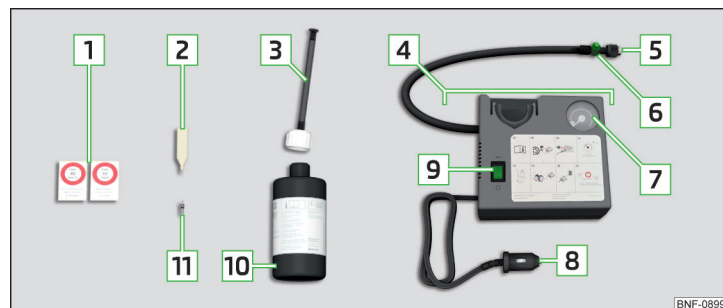

Fig. 156 Descripción del kit de averías
- Introducir el atornillador de inserto de válvula [2] » fig. 156 de la pág. 136 sobre el inserto de válvula de la manera que el inserto de válvula cabe en la ranura del atornillador de inserto de válvula.
- Enrosque fija la manguera de llenado del neumático [5] » fig. 156 de la pág. 136 sobre la válvula del neumático.
- Pegue la etiqueta adhesiva correspondiente [1] » fig. 156 de la pág. 136 sobre el tablero de instrumentos en el campo visual del conductor.